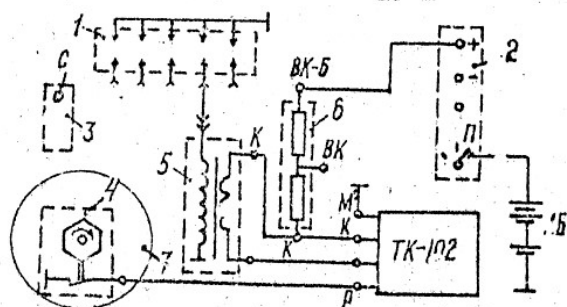

Рисунок 3.1 Схема упрощенной контактно-транзисторной системы зажигания.
3.3.4. Соберите упрощенную схему контактно-транзисторной системы зажигания на стенде КИ-968 (рисунок 3.1). Получив разрешение, включите стенд и убедитесь, что система зажигания работает. Изучите методику испытания системы зажигания на данном стенде.